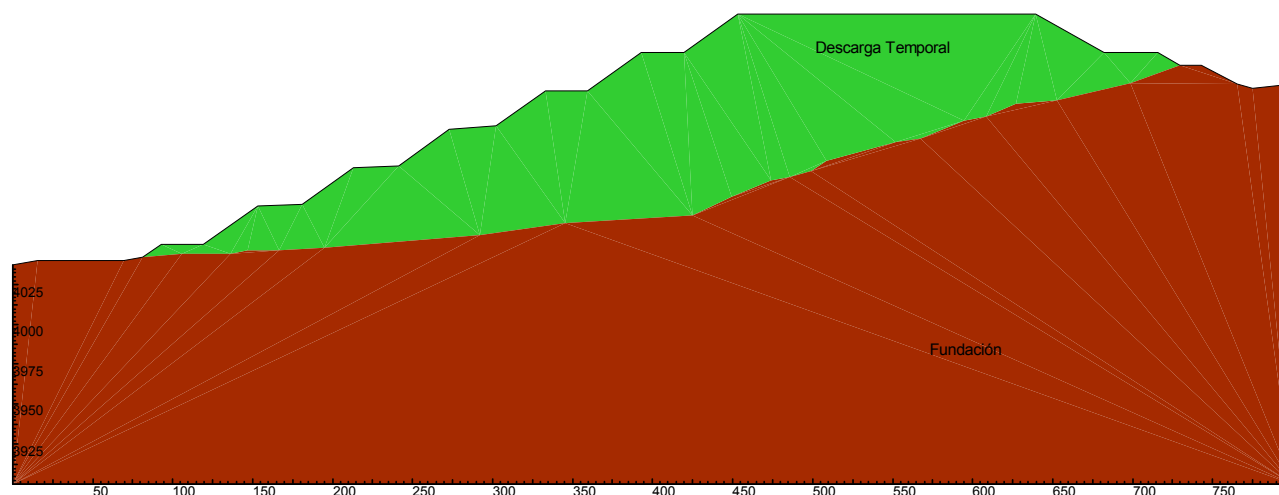

Figura 4: Análisis de Estabilidad - Sección B-B'
- Sección B-B': Se analizó la estabilidad del talud máximo de la Descarga Temporal. La **Figura 4** muestra la Sección B-B'.